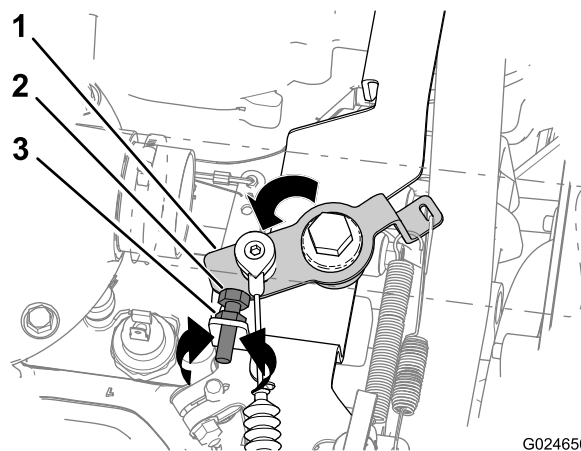
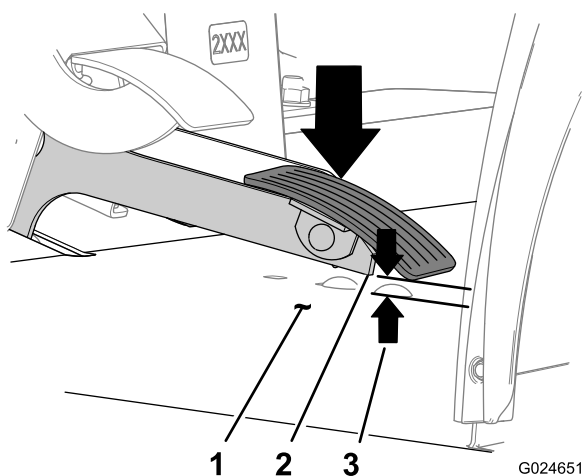

Figura 40
Figura 41
2. Mova a alavanca do acelerador para o batente do ralenti rápido (Figura 40).
- A. Desaperte a porca de bloqueio que prende o batente do ralenti rápido (Figura 40).
- No sentido dos ponteiros do relógio para diminuir as rpm do motor (Figura 40).
- No sentido contrário ao dos ponteiros do relógio para aumentar as rpm do motor (Figura 40).
- C. Aperte a porca de bloqueio (Figura 40).
- D. Mova a alavanca para o batente do ralenti alto (Figura 40).
1. Mova a alavanca contra o batente do ralenti rápido e mantenha-a aí (Figura 40).
2. Meça a folga entre o pedal do acelerador e o chão por debaixo do pedal (Figura 41).
3. Se a folga entre o pedal do acelerador e o chão (Figura 41) for superior ou inferior a 6,35 mm, execute o seguinte mantendo a alavanca contra o batente do ralenti rápido (Figura 40):